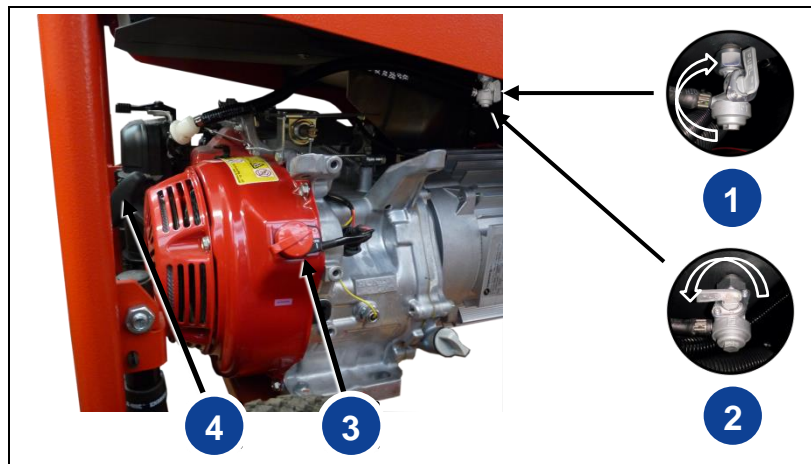

Fig. 4-2: Elemento de mando de arranque manual
1. Gire la llave de gasolina en sentido horario hasta la posición más alta (Fig. 4-2-(1)), y ábrala.
3. Girar el interruptor de arranque del motor (Fig. 4-2-(3)) en la posición "ON I".
4. Arrancar el motor con un tirón del arrancador de retroceso (Fig. 4-2-(4)).
3. Girar el interruptor de arranque del motor (*Fig. 4-2-(3)*) hacia abajo, a la posición de "APAGADO".
4. Gire la llave de gasolina en sentido antihorario en posición horizontal (*Fig. 4-2-(2)*) para cerrarla.